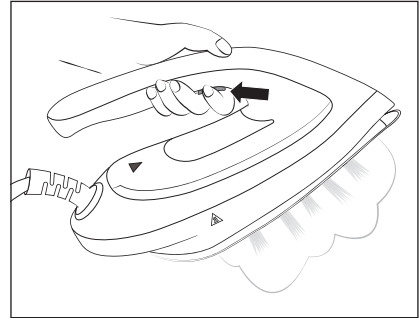

Fig. 5
- 2) Retire la plancha de vapor **1** de la base de apoyo **17** y pulse el botón de chorro de vapor  **2** durante el planchado (consulte la fig. 5). El vapor saldrá por los orificios de salida de la suela de la plancha **4**.